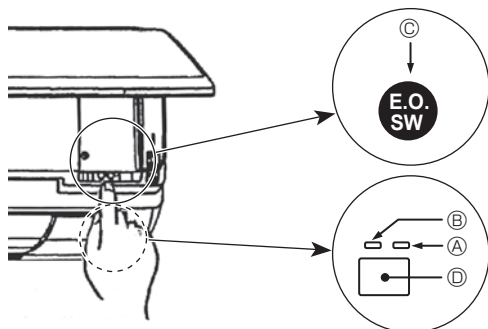

Fig. 5-2
- Om het bedrijf te stoppen drukt u op de ⑧ -knop of de ⑦ -knop langer dan 2 seconden.
[Fig. 5-2] ④ DEFROST/STAND BY-lamp (Oranje)